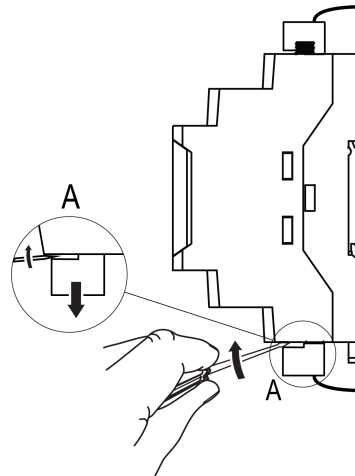

Abb. 6.2 Schneller Austausch
2. Entfernen Sie alle abnehmbaren Klemmleisten mit bestehender Verdrahtungen mittels Schraubenzieher oder einem ähnlichen Werkzeug (siehe Abb. 6.2).